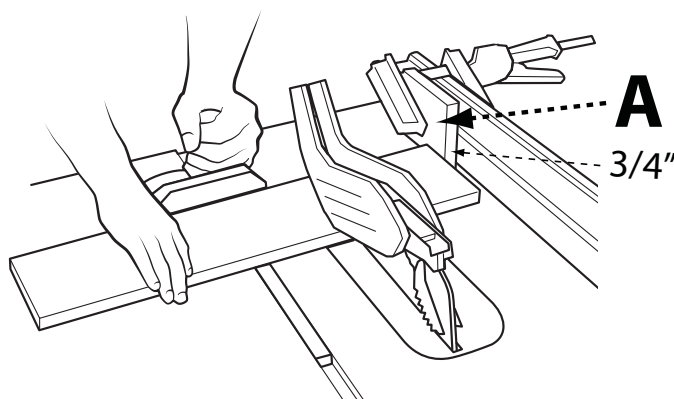

FIGURE 23
Lorsque vous coupez transversalement un certain nombre de pièces à la même longueur, vous pouvez serrer un bloc de bois (A) (voir Figure 23) au guide et l'utiliser comme une jauge de coupe. Le bloc (A) doit faire au moins $\frac{3}{4}$ pouce (19 mm) d'épaisseur pour empêcher le coincement de la pièce coupée entre la lame et le guide. Une fois que la longueur de coupe est déterminée, verrouillez le guide et utilisez le guide à onglets pour faire avancer la pièce dans la lame.